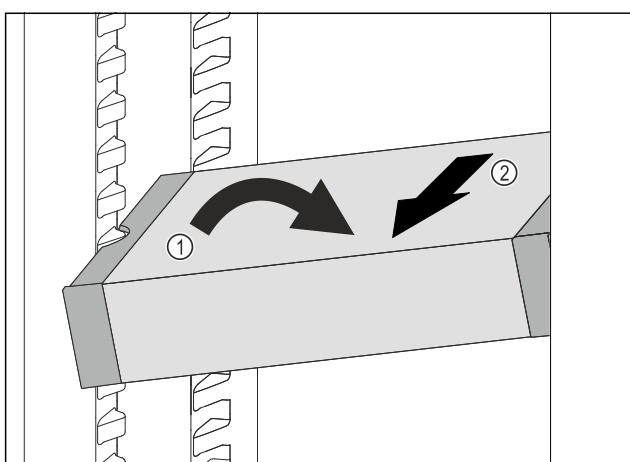

Fig. 201
- ▶ Állítsa ferde helyzetbe a VarioSafe-fiókot a hűtőrészben. Fig. 201 (1)
- ▶ Előrefelé vegye ki a VarioSafe-fiókot. Fig. 201 (2)